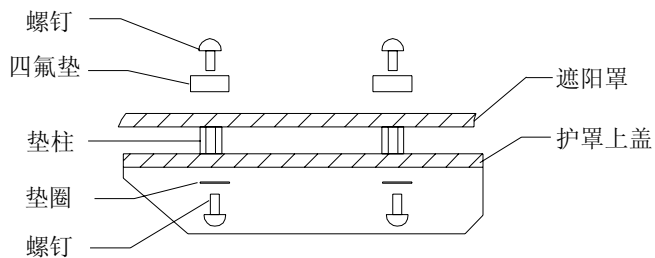

图 3
2. 将遮阳罩两孔位对准垫柱中心孔, 用螺钉将遮阳罩固定牢固。安装位置如图 3 所示: